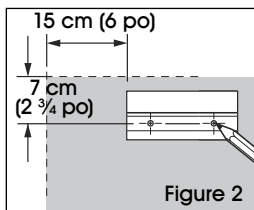

Figure 2
- Marquez des points de repère au mur au centre des trous des supports. (Voir Figure 2)